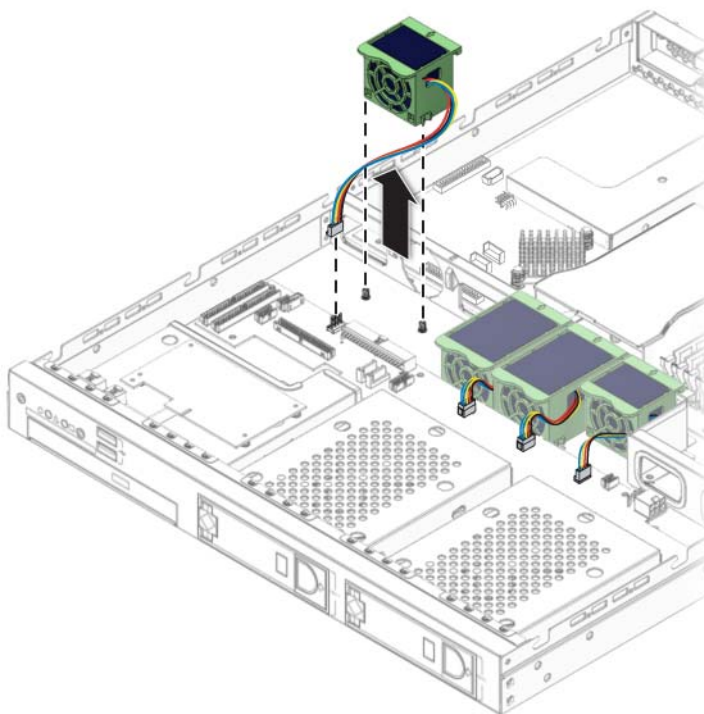

FIGURE 4-23 Retrait d'un ventilateur
4. Débranchez l'alimentation du ventilateur de la carte d'extension SATA (cf. FIGURE 4-23).